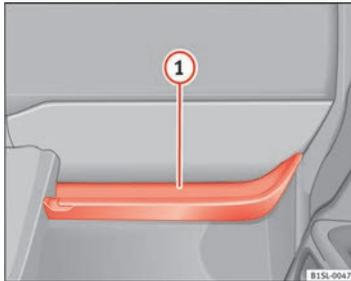

Abb. 74 Ablagefach offen auf der Beifahrerseite.
Am offenen Ablagefach befindet sich ein Taschenhaken ⇒ Abb. 74 ①.